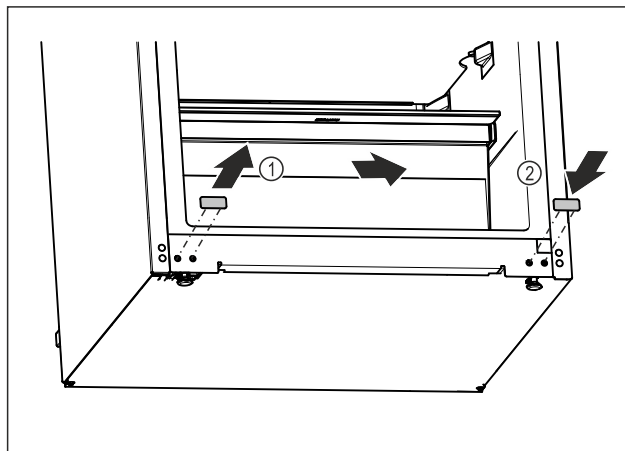

Fig. 17
- ▶ Trekk ut dekselpluggene. Fig. 17 (1)
- ▶ Sett inn dekselpluggen på motsatt side. Fig. 17 (2)